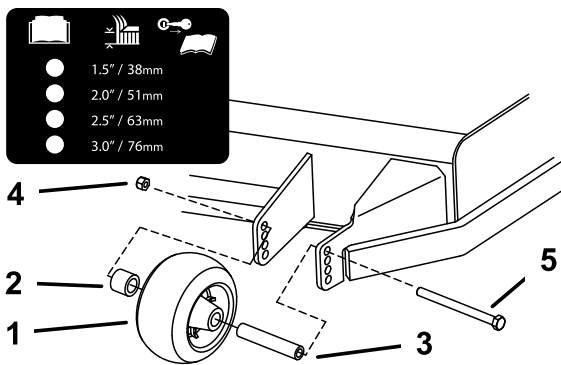

Figura 36
3. Ajuste los rodillos protectores del césped, tal y como se muestra en la Figura 36.